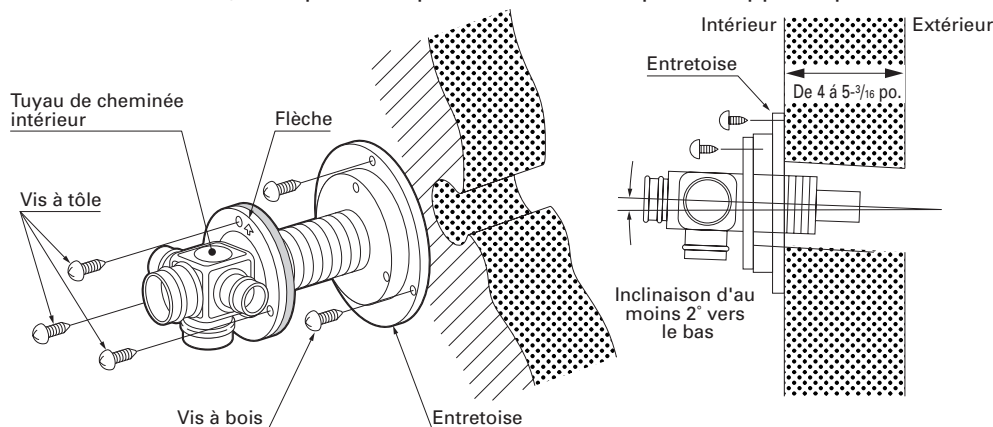

Fig. 8
- Si le mur est trop mince, utiliser l'entretoise tel qu'indiqué à la Fig. 8.